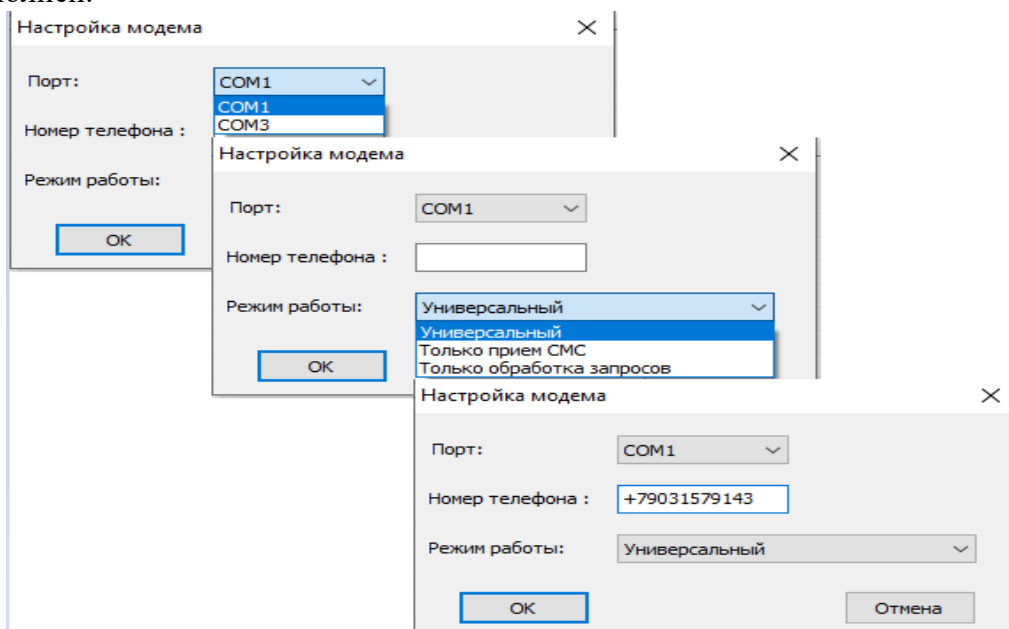

Рисунок 3. Окно настройки модема
- кнопка «Добавить» – вызов «Окна настройки модема», рисунок 3;
5.5 Для настройки нового модема вызвать «Окно настройки модема», рисунок 3., выбрать из выпадающего меню «Порт» и «Режим работы» параметры нового модема и указать в одноимённом поле номер телефона. Подтвердить новые параметры, кнопка «ОК». В окне настройки сервера модемов появятся параметры нового модема или список модемов будет пополнен.